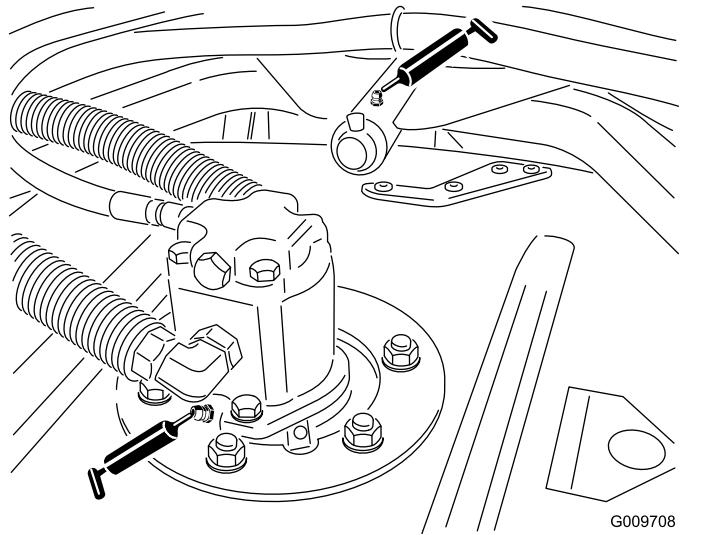

Figura 62
- Cojinetes de eje de unidad de corte (2 por carcasa) tal y como se muestra en la Figura 62
- Casquillos de brazo de tiro de la unidad de corte (1 por carcasa) tal y como se muestra en la Figura 62